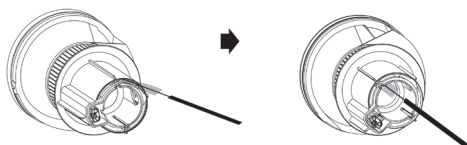

Рис. 5
- Используйте специальные щётки, входящие в комплект, чтобы очистить циклонный фильтр изнутри (Рис. 5).